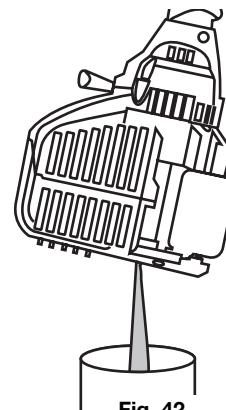

Fig. 42
- Vierta el aceite fuera del orificio de llenado de aceite en un recipiente inclinando la unidad hasta una posición vertical (Fig. 42). Deje suficiente tiempo como para completar el drenaje.